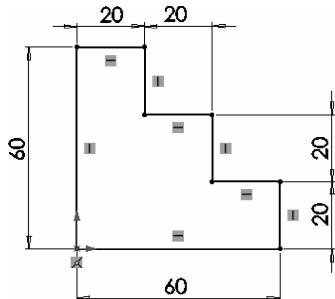

图 1-27 最终完成的阶梯台零件模型的草图
② 在微调框中输入“60mm”，单击 \checkmark 按钮，完成尺寸的修改。按同样方法标注并修改其他尺寸，最终完成的草图如图 1-27 所示。